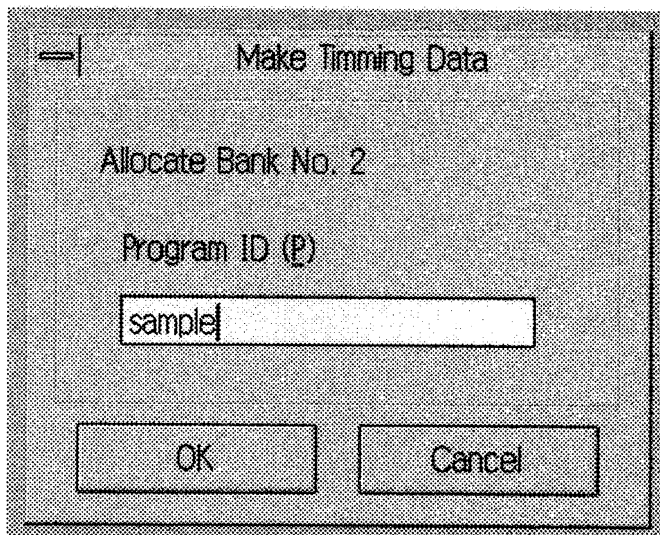
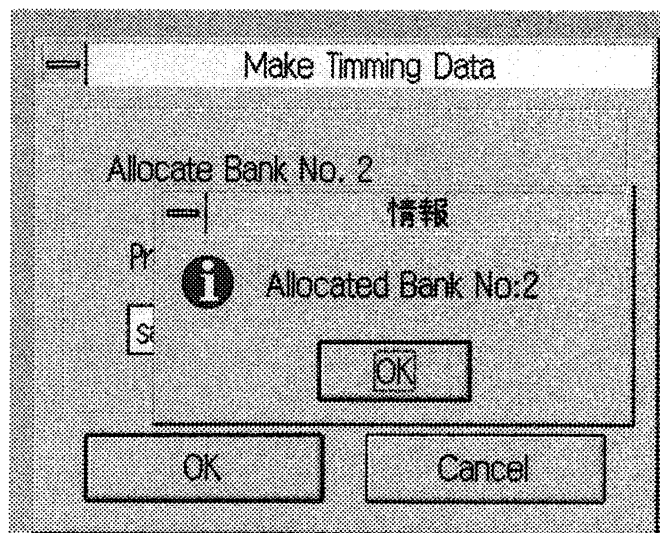

図7-11
図7-12
「Make Timing Data」ダイアログ (図7-11) が開き、新しいBANK番号が使用されているBANK番号の次に自動的に割り当てられます。「Program ID (P)」に書き込み「OK」ボタンをクリックすると情報ダイアログが表示されます (図7-12)。尚新しいBANKの番号をユーザーが任意に決めることはできません。新しいBANKには、VGA480-6のタイミングデータがすべてのアドレスに入ります。